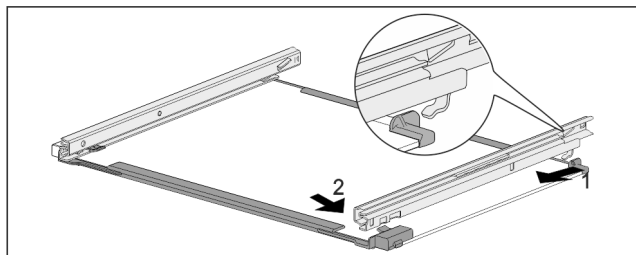

Fig. 175 Стекла́нная пластина с направляющими
- ▶ Зацепите направляющую сзади. Fig. 175 (1)
- ▶ Защелкните направляющую спереди. Fig. 175 (2)